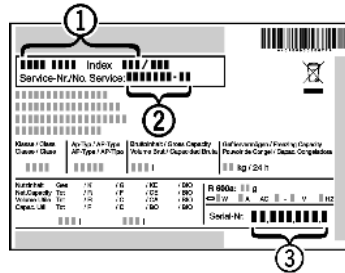

Fig. 20
- Leggere la denominazione dell'apparecchio Fig. 20 (1), il n° assistenza Fig. 20 (2) e il n° di serie Fig. 20 (3) sulla targhetta identificativa. La targhetta identificativa è situata all'interno dell'apparecchio, sul lato sinistro.
- Informare il servizio di assistenza e comunicare il difetto, la denominazione dell'apparecchio Fig. 20 (1), il n° assistenza Fig. 20 (2) e il n° di serie Fig. 20 (3).